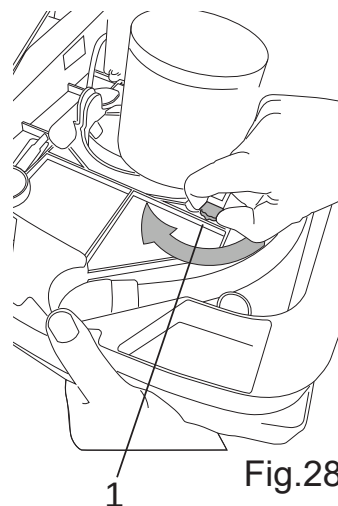

Fig.28
Il est possible de régler l'intensité de la traction en tournant le bouton (Fig. 28 - Rep. 1); le bouton est divisé en deux parties une de couleur verte et une de couleur jaune :
- D'une main pousser vers le haut la brosse/moteur, de l'autre main tourner le bouton (Fig.28- Rep.1) dans la position voulue.